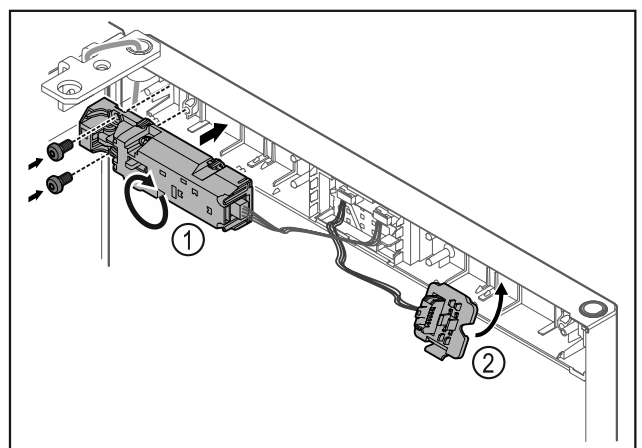

Fig. 16
- ▶ Разверните замок дистанционного открытия Fig. 16 (1) на 180° и прикрепите на противоположной стороне.
- ▶ Установите и зафиксируйте держатель штекера Fig. 16 (2) на противоположной стороне.